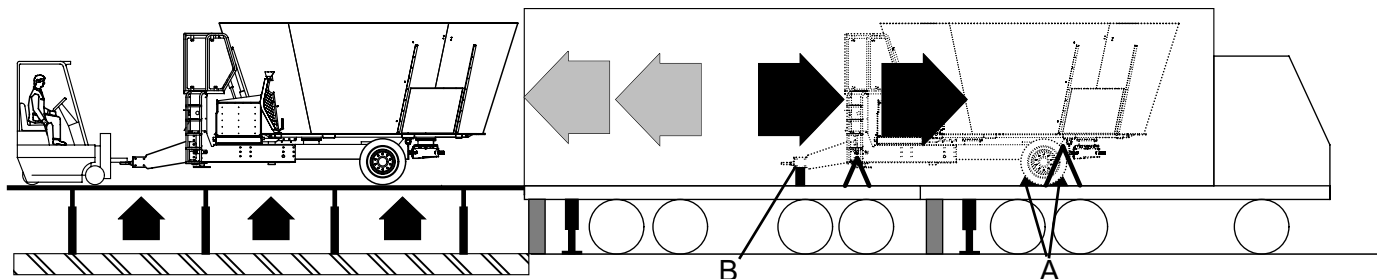

fig.1
Positioneer de machine, die bevestigd werd aan een vorkheftruck of tractor op het laadplatform, breng dit ophoog tot op gelijke hoogte met het platform van het transportmiddel(fig.1).
Duw de wagen langzaam het transportmiddel in (zwarte pijl fig.1), blokkeer de wielen met de wielblokken (A), plaats een stopblok (B) onder het stuur en immobiliseer de machine door ze met 6 touwen vast te maken aan de bevestigingspunten, die vooraf bepaald en aangeduid werden met een sticker.
Ga op een hefplatform staan van een vorkheftruck of tractor en begeef je tot op dezelfde hoogte als het transportmiddel, verwijder de touwen voor bevestiging van de wagen en de wielblokken voor blokkering van de wielen, haak de wagen vast aan de vorkheftruck of tractor en sleep hem tot op het laadplatform (grijze pijl fig.1).